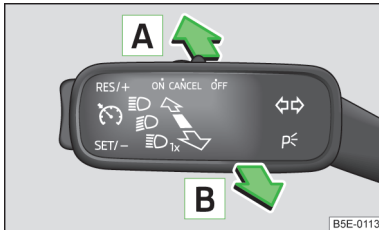

Fig. 28
- Aduceți maneta în poziția **A** (poziție amortizată) » fig. 28.
- Dacă tocmai **s-a aprins** în mod automat faza lungă, aduceți maneta în poziția **B** (poziție amortizată) » fig. 28.